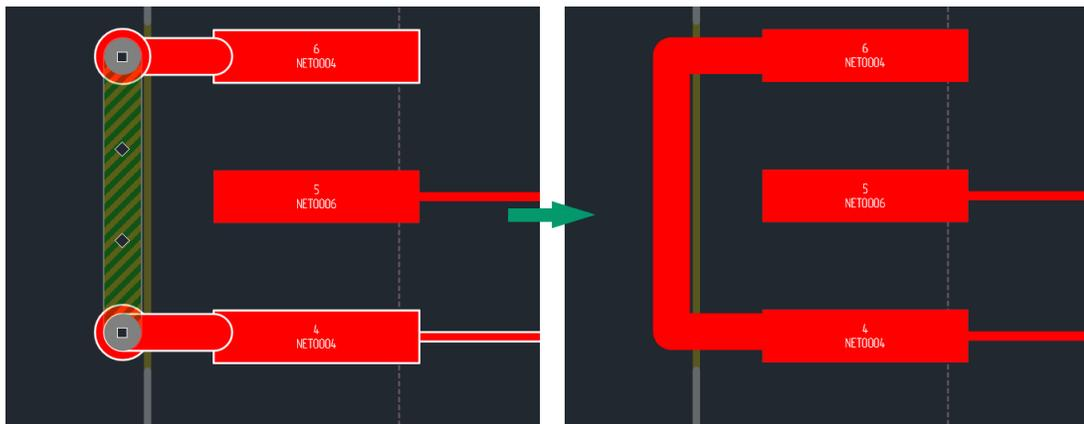

Рис. 270 Удаление ПО при подключении к нему треков на одном слое
- Если при переносе сегмента на другой слой, треки, подключенные к ПО, оказываются расположены на одном слое, то ПО будут удалены, см. Рис. 270.